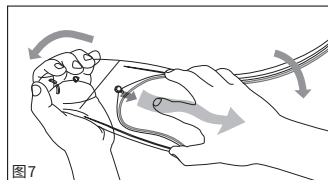

图7
- 拆除时首先从头盔上拆除镜片，与安装时同样，充分展开镜片(图7)，同时从按扣上拔出SHOEI DRYLENS。